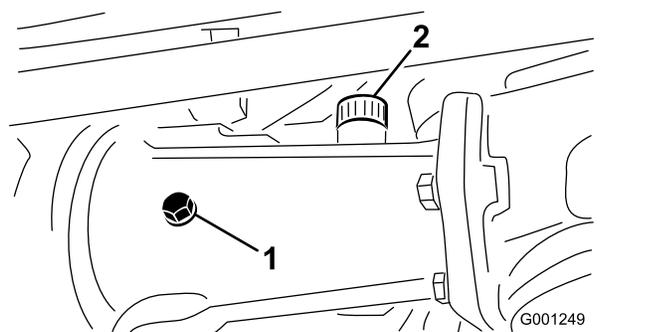
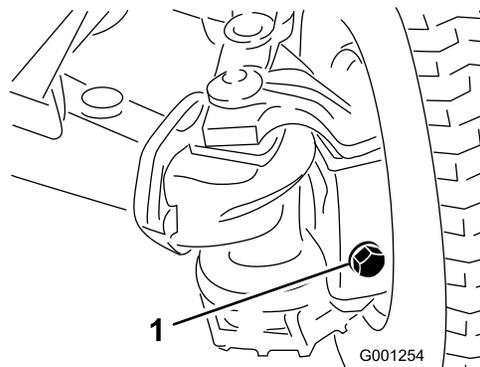

Рисунок 57
Рисунок 58
2. Выверните контрольную пробку из среднего картера моста и самого моста, а также заливную/ контрольную пробки из каждого наружного картера моста (Рисунок 57 и Рисунок 58).
3. Убедитесь, что уровень масла доходит до резьбы в нижней части каждого отверстия, где снята пробка (Рисунок 57 и Рисунок 58).
- A. Для заполнения среднего картера моста снимите заливную пробку (Рисунок 57).
- B. Долейте масло указанного типа для заднего моста в картер(ы) моста так, чтобы уровень масла доходил до нижнего уровня контрольных отверстий (Рисунок 57 и Рисунок 58).
- C. Наложите тефлоновый уплотнитель (если он удален) на резьбу заливной пробки и заверните ее в картер (Рисунок 57).
5. Наложите тефлоновый уплотнитель на резьбу контрольной пробки, снятой со среднего картера моста, и на резьбу заливных/контрольных пробок, снятых с двух наружных картеров моста (Рисунок 57).
6. Заверните контрольную пробку в средний картер моста и заливную/ контрольную пробки в 2 наружных картера моста (Рисунок 57 и Рисунок 58).
8. Наложите тефлоновый уплотнитель на резьбу контрольной пробки, снятой со среднего картера моста, и на резьбу заливных/контрольных пробок, снятых с двух наружных картеров моста; см. Рисунок 57 и Рисунок 58 в разделе Проверка уровня масла в заднем мосту \(страница 60\).
9. Заверните контрольную пробку в картер среднего моста и заливную/ контрольную пробки в 2 наружных картера моста; см. Рисунок 57 и Рисунок 58 в разделе Проверка уровня масла в заднем мосту \(страница 60\).